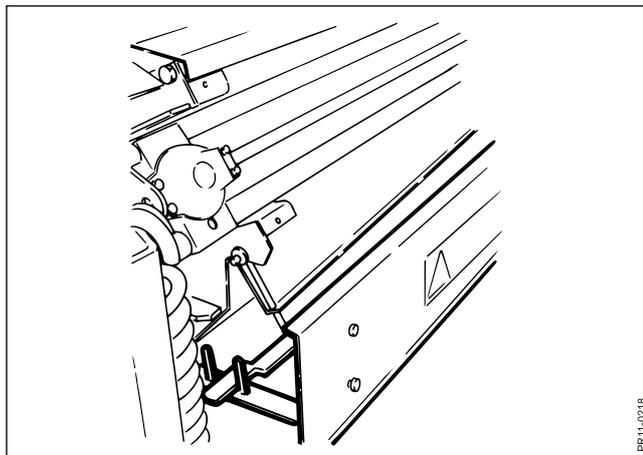

Fig. 4-20
- Fig. 4-20** 2. Baje la protección que hay entre el dispositivo de afilado y el rotor para que haya espacio libre entre el dispositivo y el rotor.